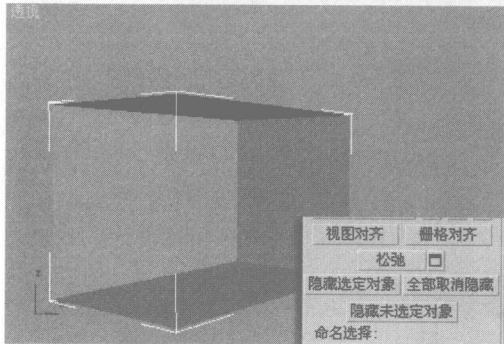

图 1-13 隐藏“多边形”子对象
⑨ 单击“编辑几何体”卷展栏下的“隐藏选定对象”按钮，将选择的“多边形”子对象隐藏，如图 1-13 所示。